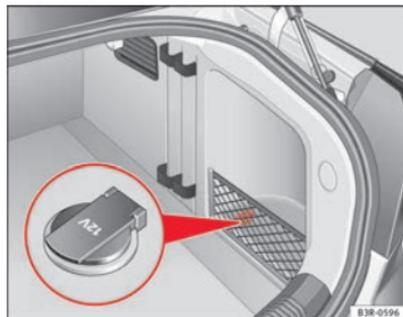

Fig. 125 Detalle del revestimiento lateral del maletero: Toma de corriente de 12 voltios
- Eleve la tapa de la toma de corriente ⇒ fig. 125.